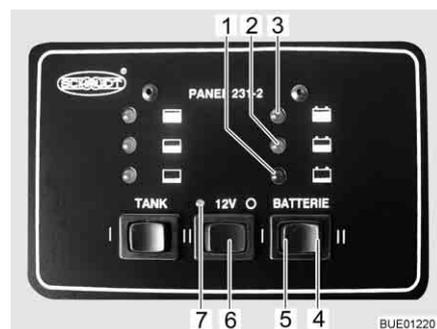

Bild 96 Panel
Der 12-V-Hauptschalter (Bild 96,6) schaltet die 12-V-Versorgung des Wohnraums ein und aus.
- Wippschalter "12 V" (Bild 96,6) links drücken: Die 12-V-Versorgung des Wohnraums ist eingeschaltet. Die 12-V-Kontroll-Leuchte (Bild 96,7) leuchtet grün.
- Wippschalter "12 V" (Bild 96,6) rechts drücken "O": Die 12-V-Versorgung des Wohnraums ist ausgeschaltet. Die 12-V-Kontroll-Leuchte (Bild 96,7) erlischt.
- Wippschalter "BATTERIE" links "I" (Bild 96,5) drücken: Ladezustand der Wohnraumbatterie wird angezeigt.
Die rechte Hälfte des Wippschalters "BATTERIE" "II" (Bild 96,4) ist ohne Funktion.
Rote Kontroll-Leuchte (Bild 96,1) mit Symbol "" leuchtet: Wohnraumbatterie ist entladen. Die Wohnraumbatterie sofort voll laden.
Gelbe Kontroll-Leuchte (Bild 96,2) mit Symbol "" leuchtet: Wohnraumbatterie ist halb entladen. Der Energievorrat der Wohnraumbatterie reicht nur noch für einen begrenzten Zeitraum. Die Wohnraumbatterie bald nachladen.
Grüne Kontroll-Leuchte (Bild 96,3) mit Symbol "" leuchtet: Wohnraumbatterie ist voll geladen.